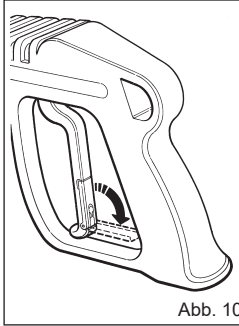

Abb. 10
- Wenn der Hochdruckreiniger nicht benutzt wird, die Sicherheitsvorrichtung am Griff schließen. (Abb. 10)